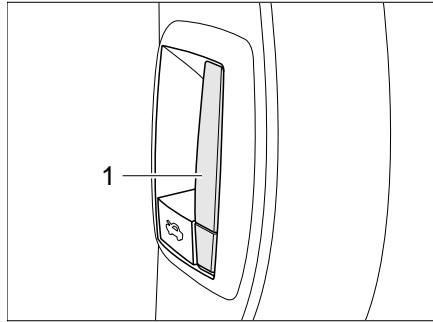

Bild 24 Entriegelungshebel Motorhaube innen
- Den Hebel (Bild 24,1) am Armaturenbrett an der linken Fahrzeugseite ziehen. Die Motorhaube öffnet sich bis zum Anschlag des Sicherungshakens.